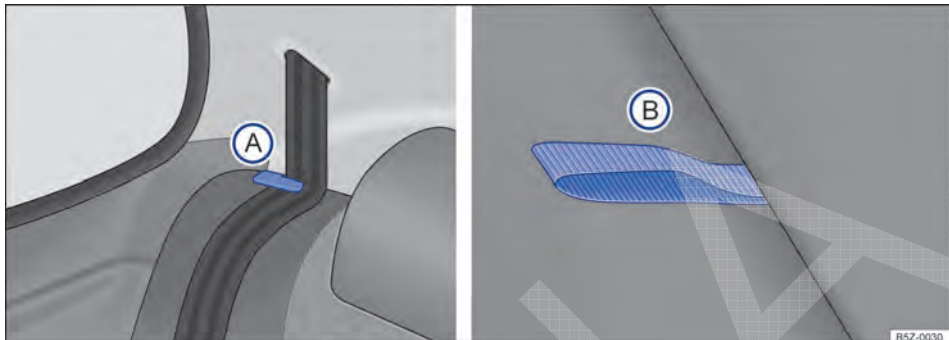

Fig. 77 Banco traseiro: posicionador para os cadelços dos cintos (A); alça para desbloqueio do encosto (B).
- Posicionar os cadelços dos cintos de segurança nos seus respectivos posicionadores ⇒ Fig. 77 (A).
- Puxar a alça vermelha ⇒ Fig. 77 (B) para destravar a fixação do encosto do banco e, ao mesmo tempo, puxar o encosto sobre o assento, até travá-lo. ▶
- Retirar os cadarços do cinto de segurança dos posicionadores ⇒ Fig. 77 (A). Para veículos com cintos de três pontos fixos, recolocar as linguetas nos respectivos fechos.